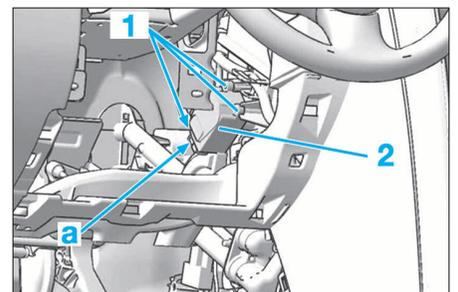

FIG. 26
- Débrancher le connecteur (a) (Fig.26).